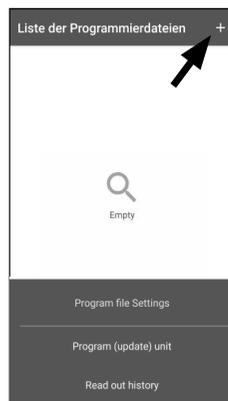

Abb. 96
- 5 Um Ihre gewünschten Änderungen bzw. den dazugehörigen Zylinder der Liste hinzuzufügen, tippen Sie rechts oben auf das „+“ (Abb. 96).